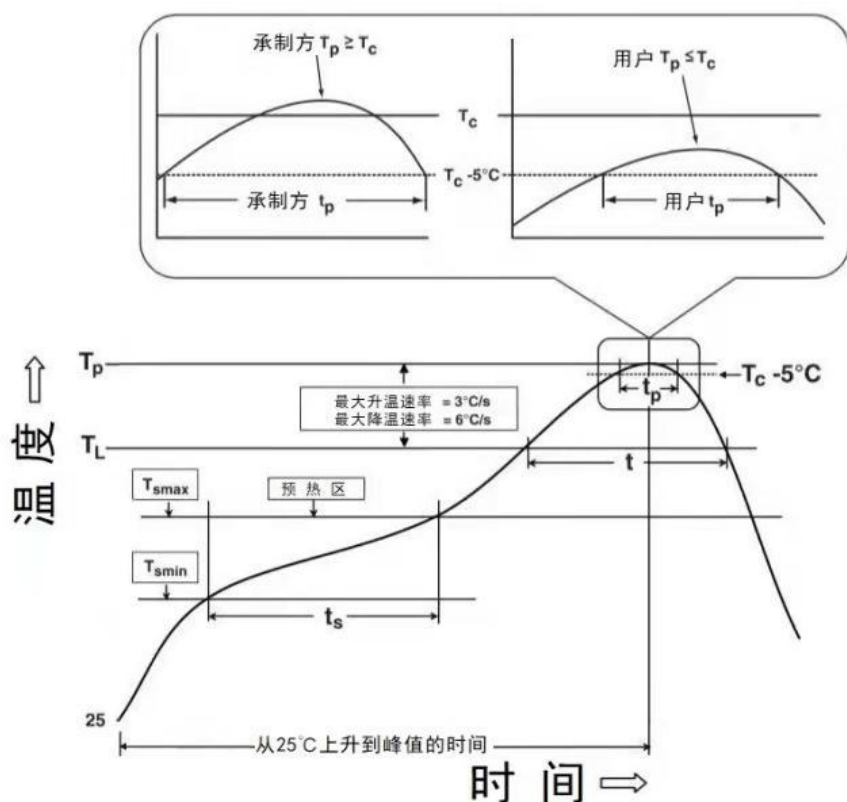

图 6 回流温度-时间分布图
3、表 4、图 6。DFN56 封装回流焊温度为 235℃。